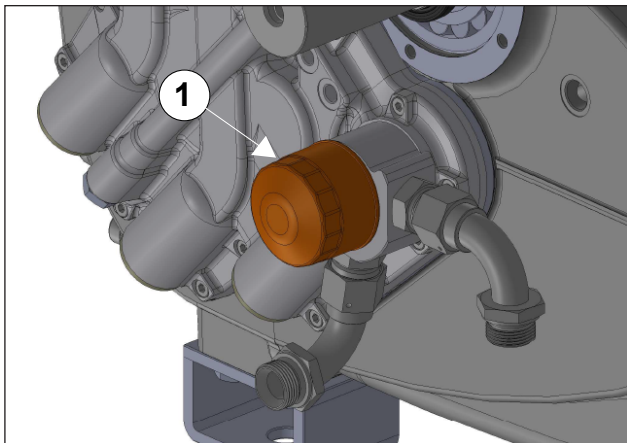

图 132
利用LOX-EAL接头密封胶53-14或类似产品涂抹接头(①)，压力开关(②)和压力表(③)图 132并继续进行安装。